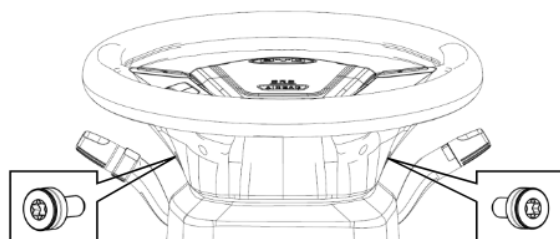

图 4-2
①通过转向盘两侧的小圆孔用工具松开两个内六角螺钉。如图4-2所示。